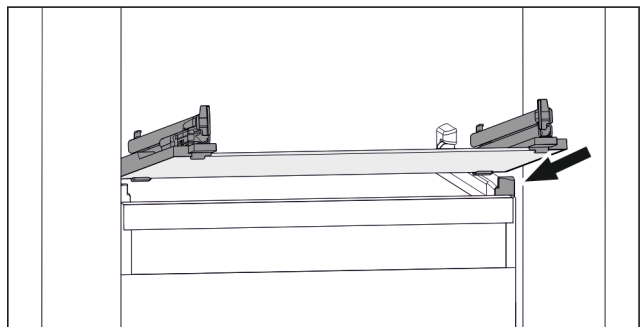

Fig. 141 Примерное отображение стеклопленочной пластины
- ▶ Наклоняя вниз, установите стеклопленочную пластину за стопоры. (см. Fig. 141)